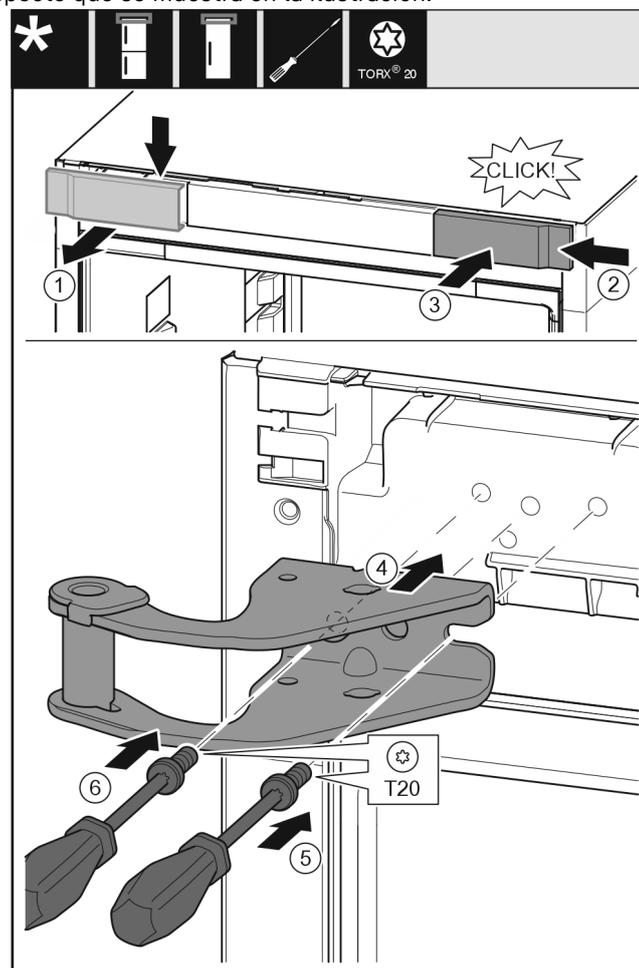

Fig. 29
- ▶ Retire la tapa desde la parte superior hacia el frente. Fig. 29 (1)
- ▶ Enganche por la derecha la cubierta girada 180° en el otro lado. Fig. 29 (2)
- ▶ Encaje la cubierta. Fig. 29 (3)
- ▶ Coloque el soporte de cojinete superior. Fig. 29 (4)
- ▶ Coloque y apriete el tornillo con el destornillador T20. Fig. 29 (5)
- ▶ Coloque y apriete el tornillo con el destornillador T20. Fig. 29 (6)